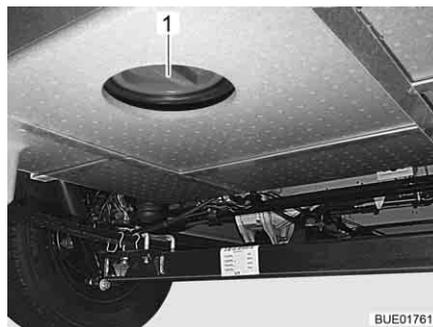

Bild 181 Reinigungsöffnung Abwassertank
- Reinigungsöffnung (Bild 181,1) am Abwassertank und Ablasshahn öffnen.